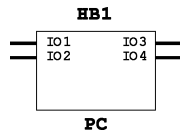

图 5-24 编辑层次化符号
5) 移动光标到需要放置原理图符号的地方, 单击确定原理图符号的一个顶点, 移动光标到合适的位置, 再一次单击确定其对角顶点, 即可完成原理图符号的放置, 如图 5-24 所示。